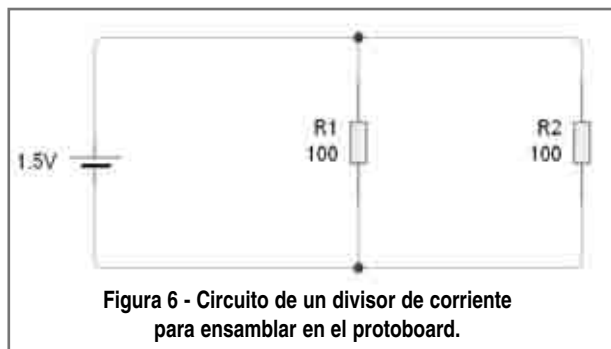
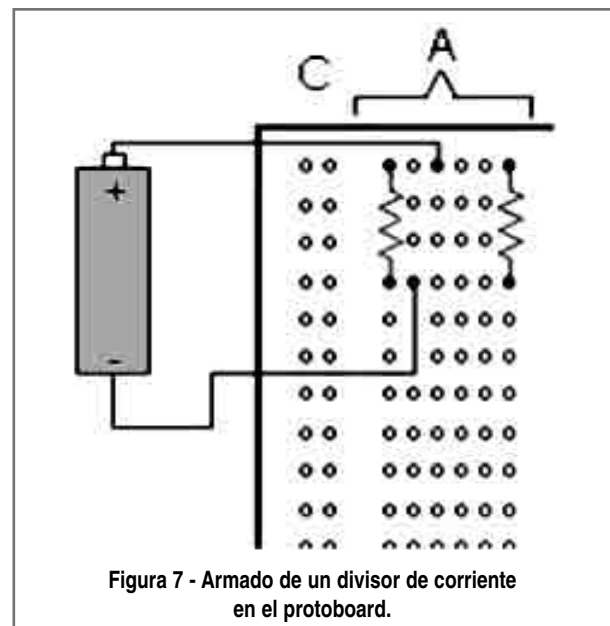

Figura 6 - Circuito de un divisor de corriente para ensamblar en el protoboard.
Figura 7 - Armado de un divisor de corriente en el protoboard.
a) Divisor de corriente: Vamos a armar el divisor de corriente de la figura 6. El circuito presenta sólo dos nodos. Esta configuración se puede conectar en la práctica de la forma mostrada en la figura 7. Note que para poder realizar este circuito aprovechamos las propiedades eléctricas del protoboard.